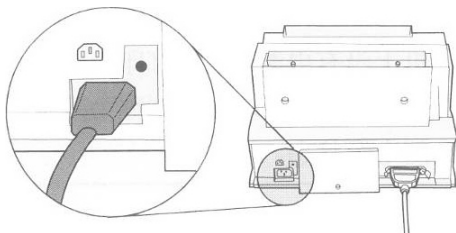

图 2-37 连接电源线
④ 在打印机和接地的电源板或墙壁插座之间连接电源线，如图 2-37 所示。